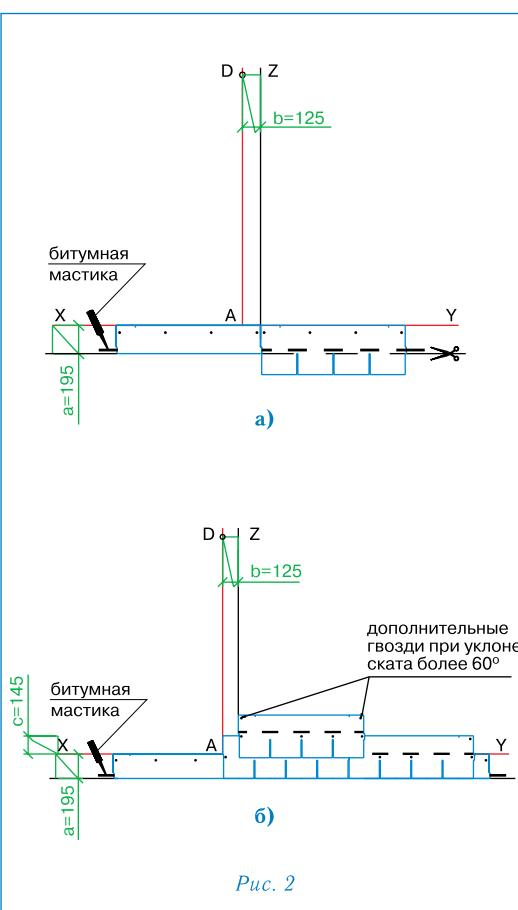

Рис. 2
Укладка материала (рис. 2)
Начальный ряд формируется из листов черепицы ЛОФТ обрезанных по линии образованной конечными точками вырезов. Полученные таким образом полосы шириной 19,5 см укладываются по линии карниза в обе стороны от линии Z (рис. 2а) и фиксируются по нижнему краю битумной мастикой, а по верхней кромке 4 гвоздями (ось гвоздей на 5 см ниже верхнего края полосы);
- далее первый ряд черепицы укладывается от линии AD (рис. 2б);
- второй ряд укладывается от линии Z (со смещением 12,5 см от AD) (рис. 2б);
Каждый лист черепицы ЛОФТ крепится 4 гвоздями (ось гвоздей на линии битумных kleевых полос) таким образом, чтобы гвоздь прошивал и верхний край низлежащего листа черепицы (рис. 2б).